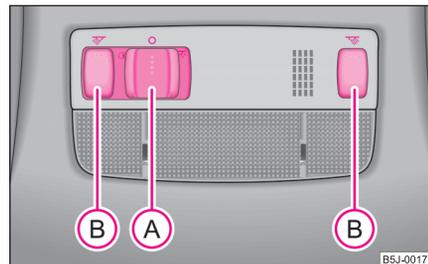

Fig. 37 Detalle del revestimiento interior del techo: luces del habitáculo delanteras
- Presione el conmutador  hacia la derecha a la posición  ⇒ fig. 37.
- Pulse uno de los conmutadores **(B)** ⇒ página 51, fig. 37 para conectar y desconectar la lamparita de lectura izquierda o derecha.